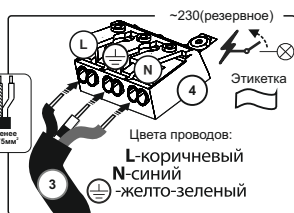

Рисунок 5
4.3.2 Подключение резервного питания (рисунок 5) (клеммная колодка с этикеткой): подключите токоподводящий кабель (3) к клеммной колодке светильника (4), соблюдая цветовую маркировку.